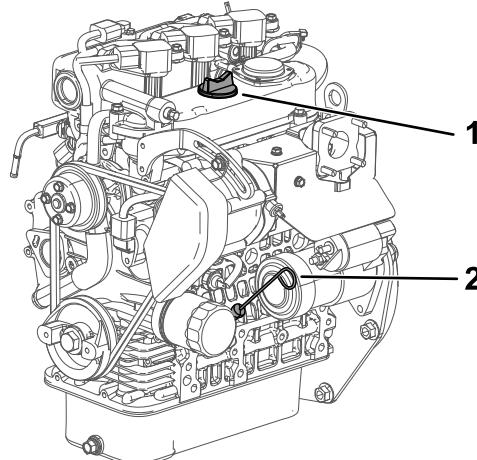

**Figure 15**
**Viscosité de l'huile moteur :** 10W-30. Choisissez la viscosité de l'huile en fonction de la température ambiante, comme indiqué dans le tableau de la Figure 15.